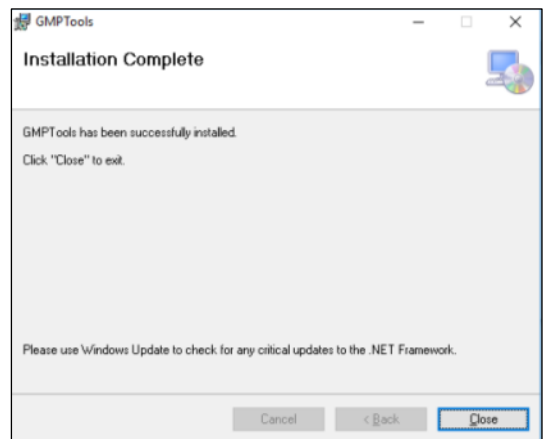

Fig. 2.6
- Pulse, **Next** (siguiente) en todas las ventanas, hasta que aparezca la opción **Close** (cerrar) (Fig. 2.6).